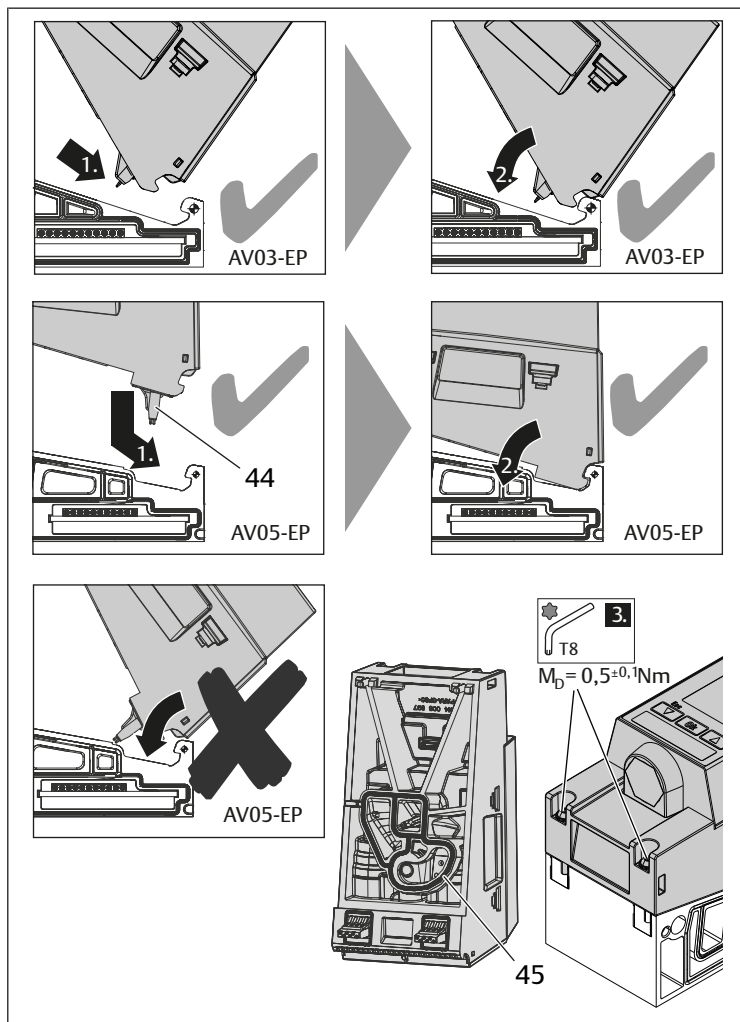

Fig. 16: Montaje de la válvula reguladora de presión AV-EP en la placa base
1. Coloque la AV-EP como se indica a continuación en el eje de giro (véase la fig. 16):
2. Pliegue la AV-EP hacia abajo de modo que quede apoyada sobre la placa base AV-EP. Al hacerlo, asegúrese de que la junta (45) asiente correctamente en la válvula reguladora de presión.